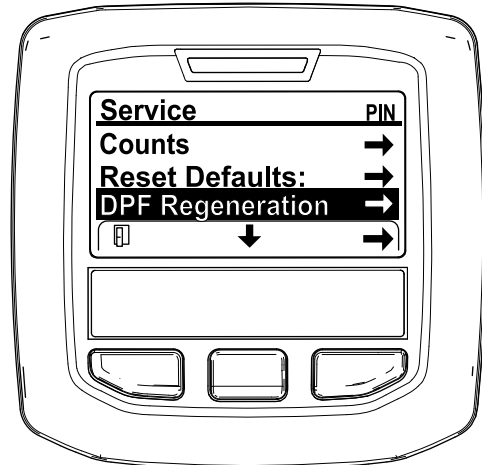

Figura 48
3. No MENU DE MANUTENÇÃO, prima o botão do meio até surgirem as opções de REGENERAÇÃO DO DPF e prima o botão direito para selecionar a opção de REGENERAÇÃO DO DPF (Figura 48).